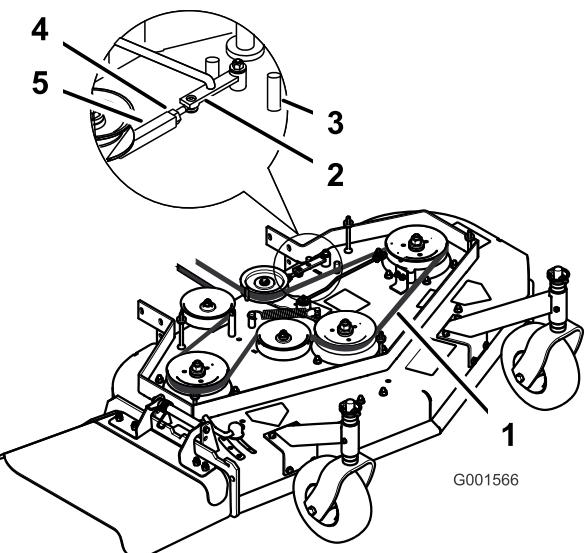

Figura 45
- Afloje la contratuerca del tensor (Figura 45).
- Gire el tensor hacia la parte trasera del cortacésped para aumentar la tensión de la correa. Gire el tensor hacia la parte delantera del cortacésped para reducir la tensión de la correa (Figura 45).